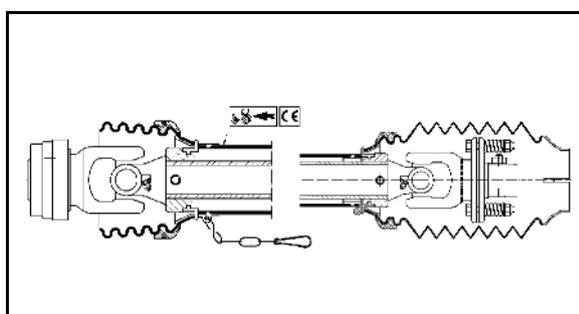

Fig. 24
5. Mettez l'arbre à cardan sur le support prévu à cet effet (Fig. 24/1).